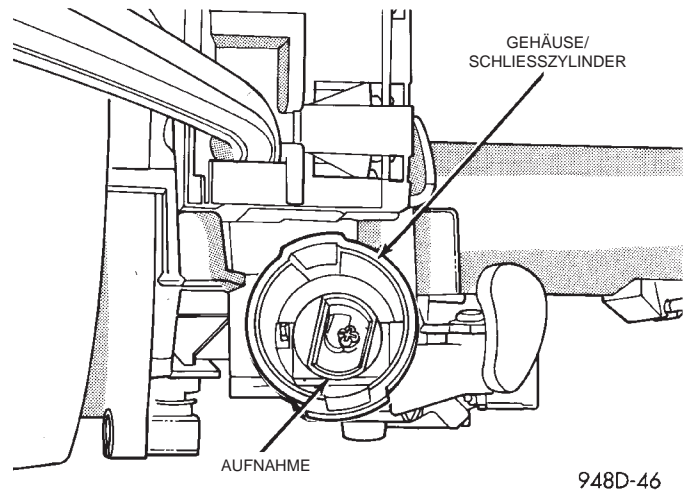

Abb. 67 Aufnahme im Gehäuse des Schließzylinders
(1) Zündschlüssel in den Schließzylinder einstecken und in Stellung "RUN" (Ein) bringen (die Sperrlasche am Schließzylinder kann niedergedrückt werden).
(2) Die Welle am Ende des Schließzylinders muß mit der Aufnahme am Gehäuseende fluchten. Hierzu muß sich die Aufnahme ebenfalls in Stellung "RUN" (Ein) befinden (Abb. 67).